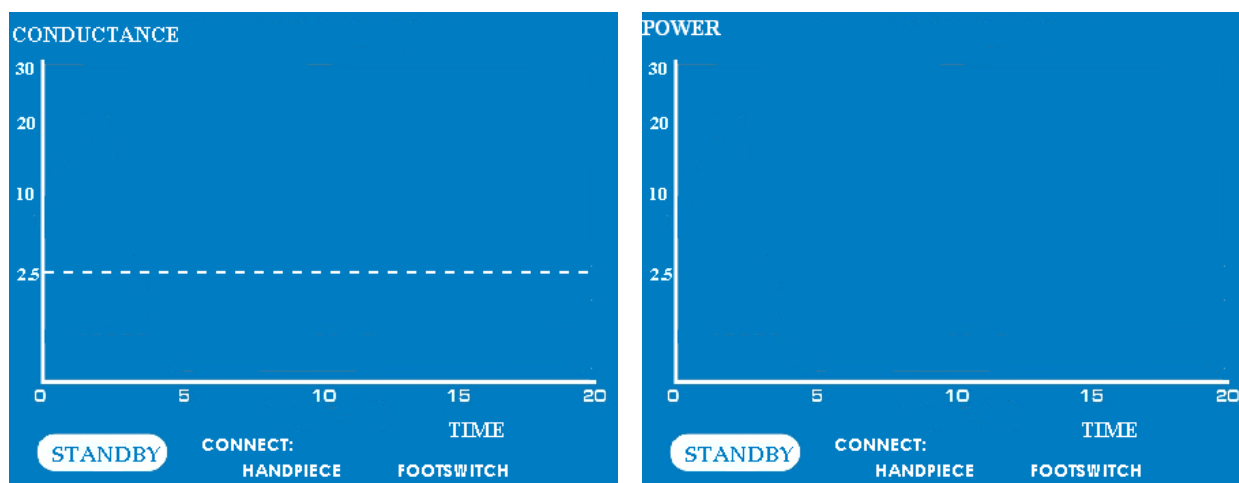

Rysunek 5 – Wyświetlacz wskazujący SELF-TEST
2. Włączyć zasilanie za pomocą przełącznika ON/OFF znajdującego się na module wejścia zasilania na tylnym panelu. Po włączeniu zasilania system wykonuje autotesty systemowe. Patrz Rysunek 5. Jeśli wszystkie autotesty przejdą pomyślnie, system przechodzi do trybu STANDBY. Jeżeli jakikolwiek autotest zakończy się niepowodzeniem, system przechodzi do trybu USTERKI. Autotest generuje dwa krótkie sygnały dźwiękowe podczas uruchamiania. Operator musi sprawdzić, czy sygnały dźwiękowe są generowane.